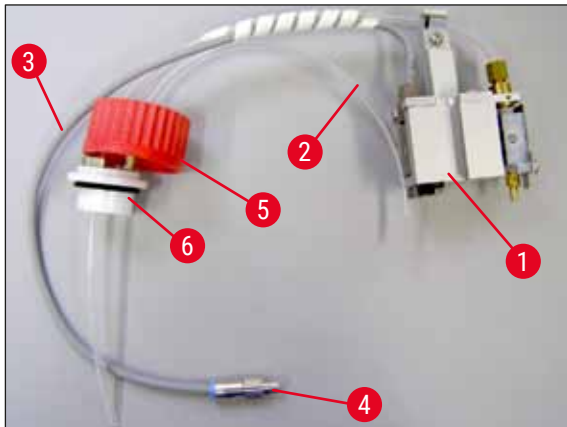

Fig. 10
1. Sortir le groupe de dosage (→ Fig. 10) du conditionnement.